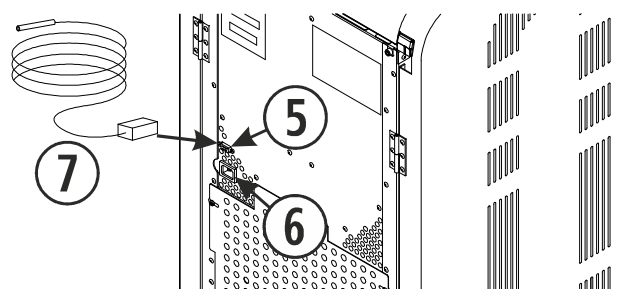

Figura 8
La sonda de ambiente (⑰) y el cable de alimentación se conectan en la parte trasera de la estufa como se indica en la *figura 8*. Sabremos que la estufa reconoce la sonda porque veremos reflejada la temperatura ambiente en el panel de mandos. Si conectamos un termostato o contacto en lugar de visualizar la temperatura ambiente, señalará (·) indicándonos que hay algo conectado en el puerto de comunicaciones.